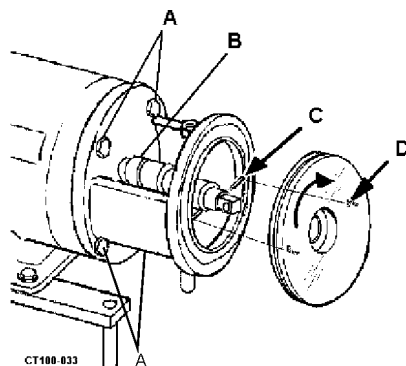

Figura 22 - Installazione dell'adattatore
1. Installare l'adattatore al motore, con la cavità di scarico sul fondo. Inserire i quattro bulloni per fissare l'adattatore al motore. Serrare i bulloni. (Vedere Figura 22, rif. A.)
3. Posizionare il gruppo alberino sull'albero motore. (Vedere Figura 22, rif. B.) **Non serrare le viti di arresto dell'albero.**
4. Installare la piastra posteriore sull'adattatore e ruotare fino a quando i perni della piastra posteriore si inseriscono nei perni dell'adattatore (vedere Figura 22, rif. D e C), garantendo un contatto stabile della piastra posteriore all'adattatore.